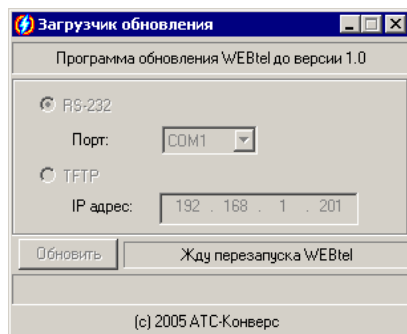

Рисунок 28 – Ожидание перезапуска адаптера
10.5.4 В статусной строке рядом с кнопкой «Обновить» должно появиться сообщение «Жду перезапуска WEBtel» (рисунок 28).
10.6.2 В окне загрузчика обновления (рисунок 28) установите переключатель режима передачи данных в положение «TFTP» и введите в соответствующем поле IP-адрес обновляемого адаптера.